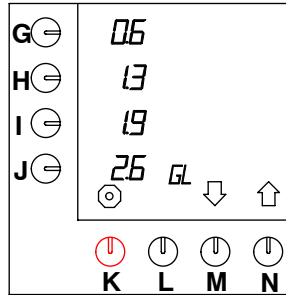

Fig. 39 Cambio de las teclas de selección preprogramadas para galones
- Mantenga apretada la tecla de programación (N.)↑ hasta que en el display aparezca fig. 39 .